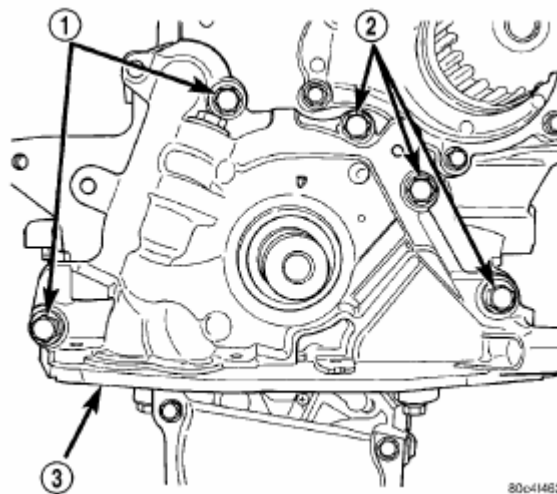

Рис. 84. Масляный насос.
- (7) Снять маслоприемный патрубок.
- (8) Снять масляный насос (Рис.84) и переднее уплотнение коленчатого вала.